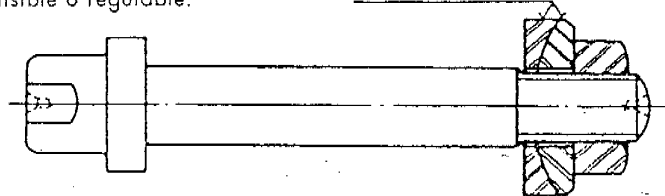

Figura 4
- c. En trabajos externos, para una o varias piezas cada vez ( Figura 4 )